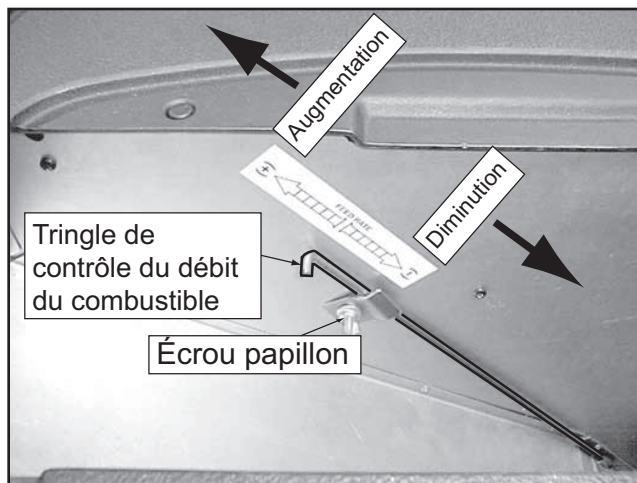

Figure 12.2
- d. Réglez le débit d'alimentation en combustible avec l'ouverture. Tirez la tringle vers le haut pour augmenter la quantité de granulés et vers le bas pour réduire la quantité de granulés. **Figure 12.2**.